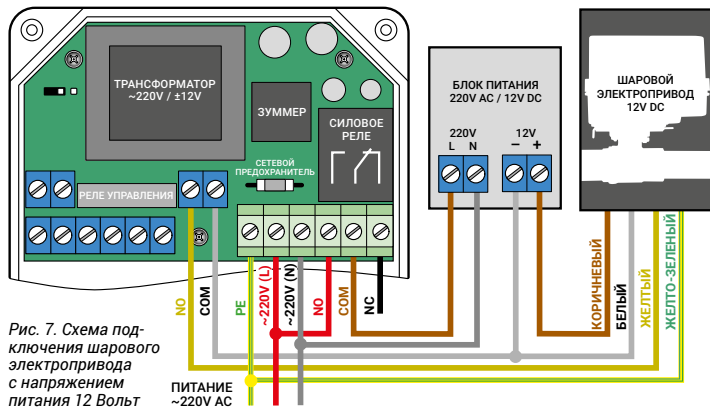

Рис. 7. Схема подключения шарового электропривода с напряжением питания 12 Вольт
6.5. Рис. 7. Схема подключения к блоку управления шаровых электроприводов с напряжением питания 12 В. Клеммы для подключения электроприводов и блока питания 12 В.